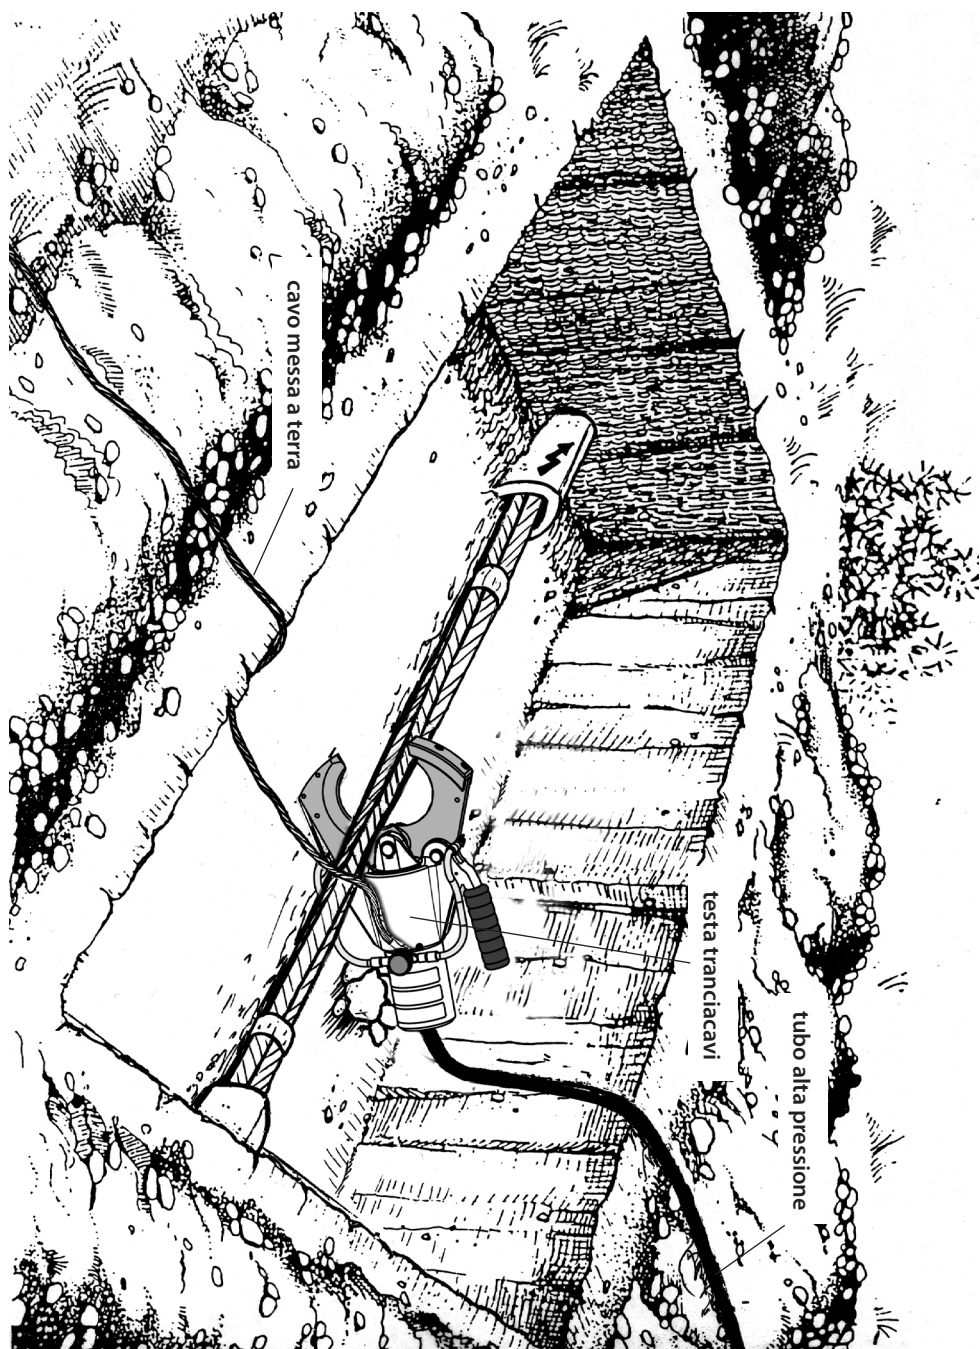

FIG. 2 POSIZIONAMENTO DELLA TESTA
- Svolgere il tubo flessibile alta pressione (A) per tutta la sua lunghezza in modo da portarsi alla distanza di sicurezza.
- Assicurarsi che gli innesti rapidi (B) siano bloccati a fondo.
- Posizionare saldamente la testa del tranciacavi (C) sul cavo da esplorare in modo tale che le lame risultino ortogonali all'asse del cavo (vedi Fig. 2).
- Premere verso il basso il pedale (23) e liberarlo dalla sua molla di aggancio (13);
- Per ottenere la riapertura delle lame, basterà premere a fondo il pedale di ritorno pressione (63).